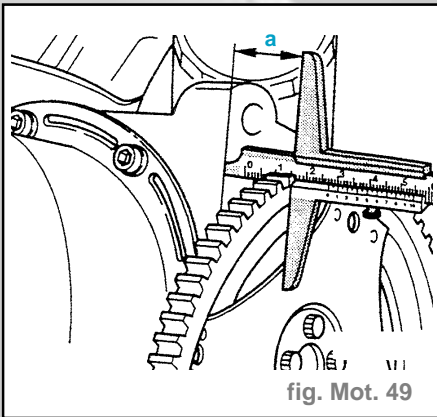

fig. Mot. 49
- Contrôler la cote -a- en trois points et calculer la valeur moyenne (fig. Mot. 49). Valeur assignée : **26 à 28 mm**.